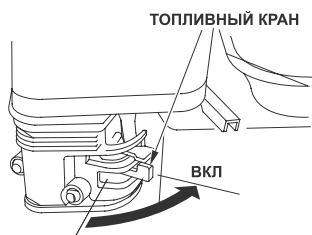

Рис.9 Положение топливного крана при пуске
7.1.1. Установите топливный кран в положение «ВКЛ» (см. рис.9).